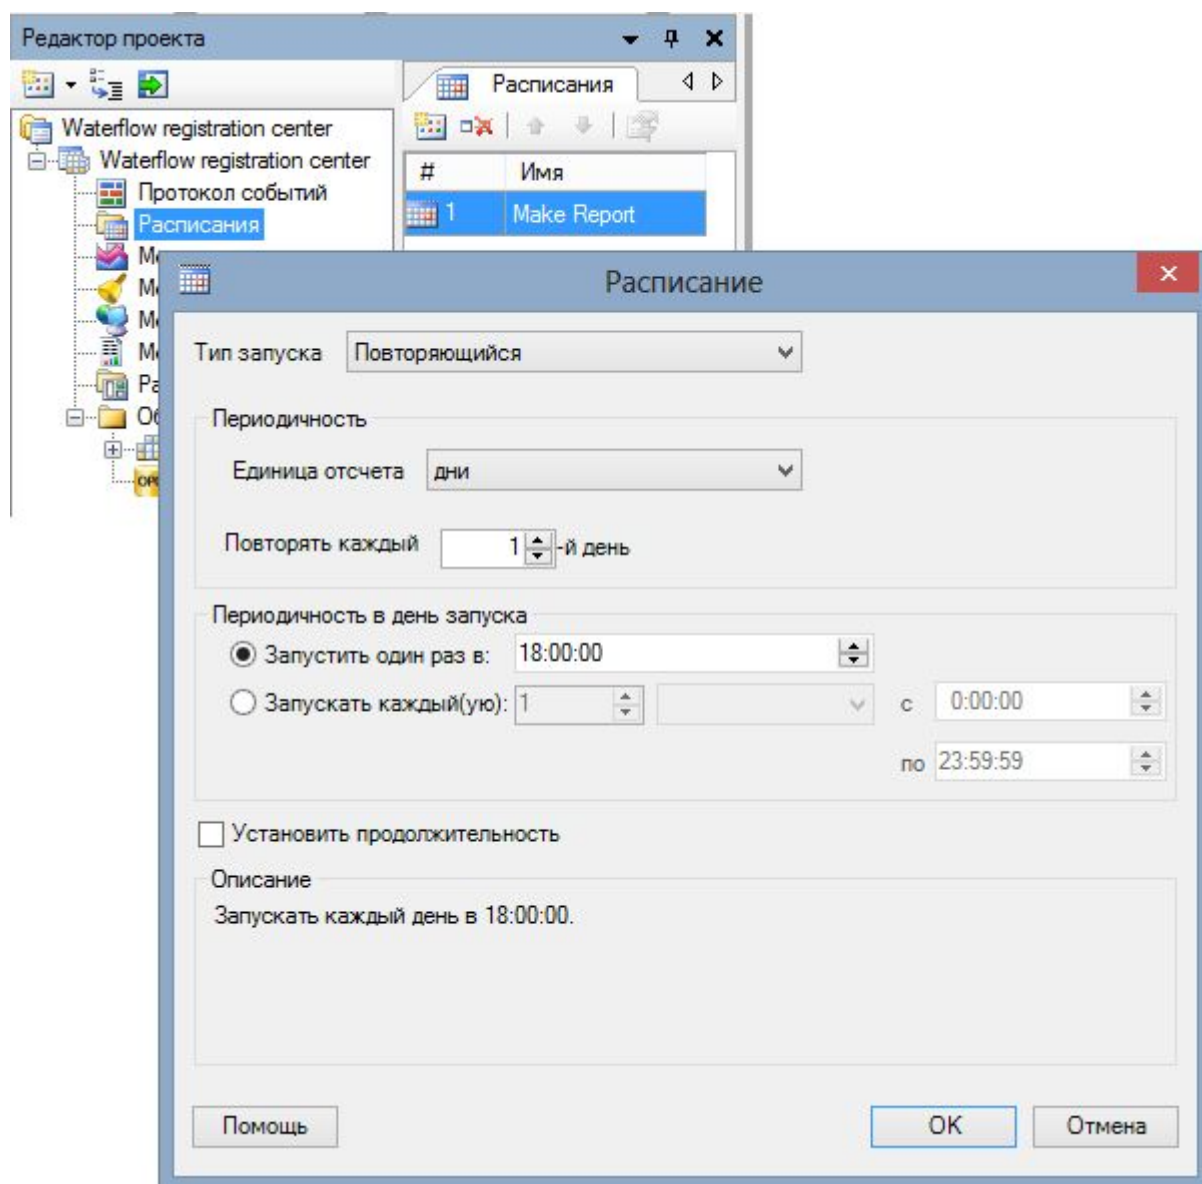
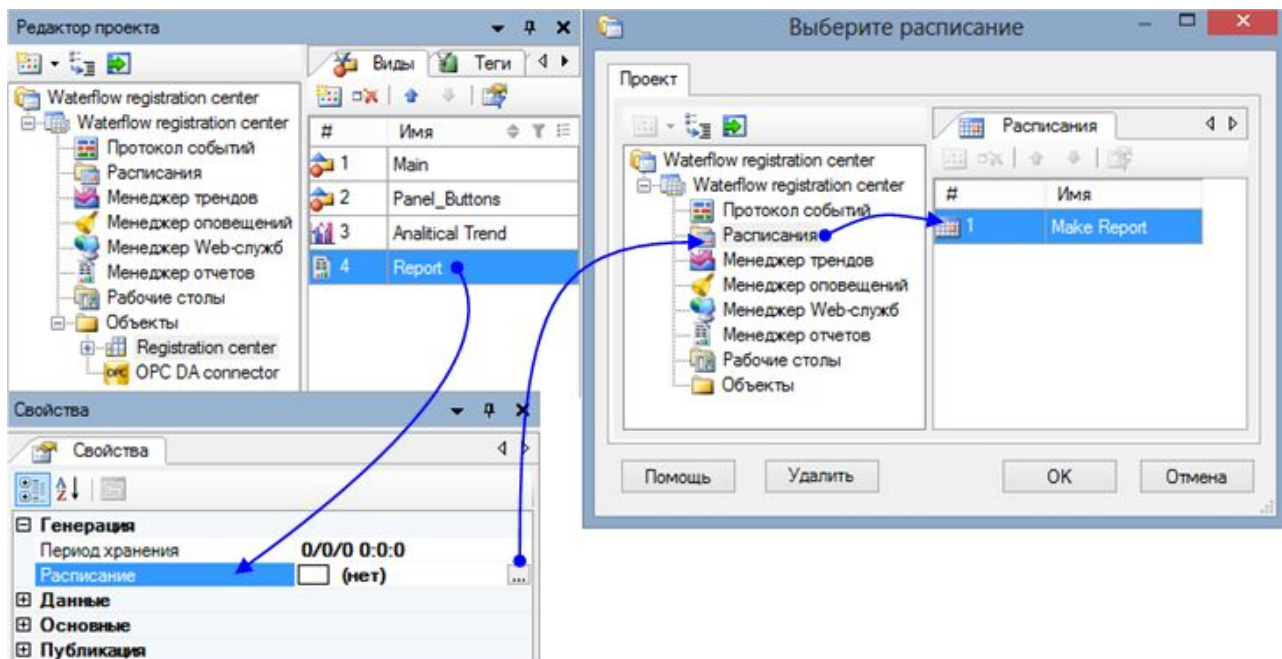

Рисунок 2.49 – Настройка расписания **Make Report**
Рисунок 2.50 – Выбор расписания **Make Report** для отчета **Report**
- 3 Двойным щелчком по наименованию расписания открыть окно **Расписание** и задать необходимые настройки (рисунок 2.49)
Например, если в свойствах отчета **Report** выбрать расписание **Make Report** (рисунок 2.49), то отчет будет формироваться один раз в сутки в 18.00 (в конце рабочего дня, рисунок 2.49) при этом будет формироваться сообщение в протокол событий (свойство **Публикация/Отправлять сообщение в протокол при публикации** – **Да**, рисунок 2.50).